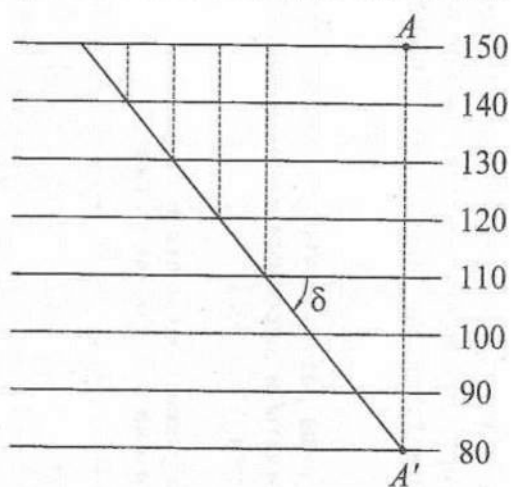

Рис. 8 Схема к решению задачи 8
2. По координатам X, У на план нанести проекции точек тахеометрической съемки. Около проекций точек подписать числовые отметки Z (рис. 8).